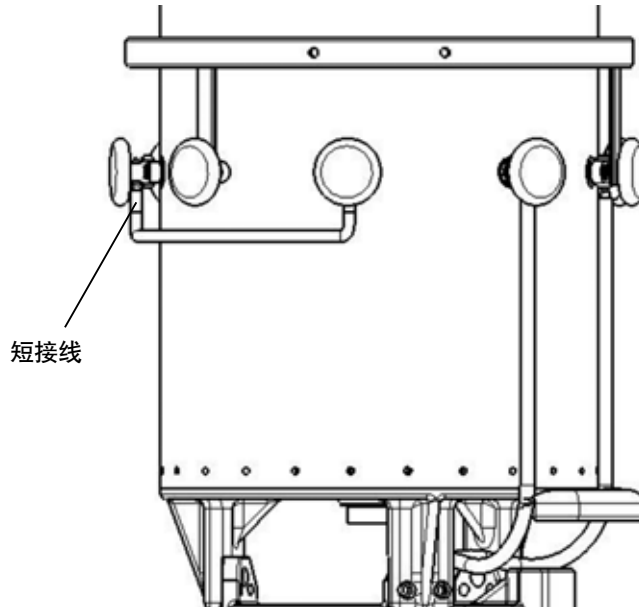

图 16 短接线 2
3)分接开关(I-500/600)的选择部分的引出线(共 2 根)必须连接到切换开关油室 A 相的触头引出端子上,再用导线将 B、C 相短接(图 16)。